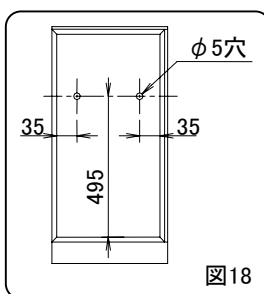

図18
- ①下台キャビネットの後板の所定位置に壁面取付用の下穴(φ5穴)を加工してください。(図18)